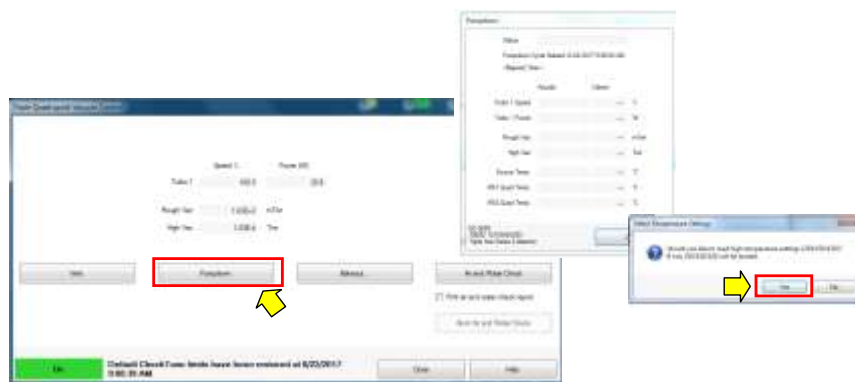

Figura 2. Activación alto vacío PUMPDOWN.
- xii. Para accionar el alto vacío en el espectrómetro de masas, ejecutar el procedimiento de **PUMPDOWN**: Desde el *MassHunter Data Acquisition program* ir a la opción **Instrument > MS Vacuum Control** o desde el *Instrument Control View* dar *click* en el ícono **Vacuum Control**. Seleccionar la opción **PUMPDOWN**; se abrirá una ventana para la opción de cargar las temperaturas altas de (230/150/150) de la fuente de ionización y los cuadrupolos (MS1 y MS2). Dar *click* en **YES**, como se muestra en la Figura 2. El sistema demorará aproximadamente 20 minutos en alcanzar los parámetros especificados.